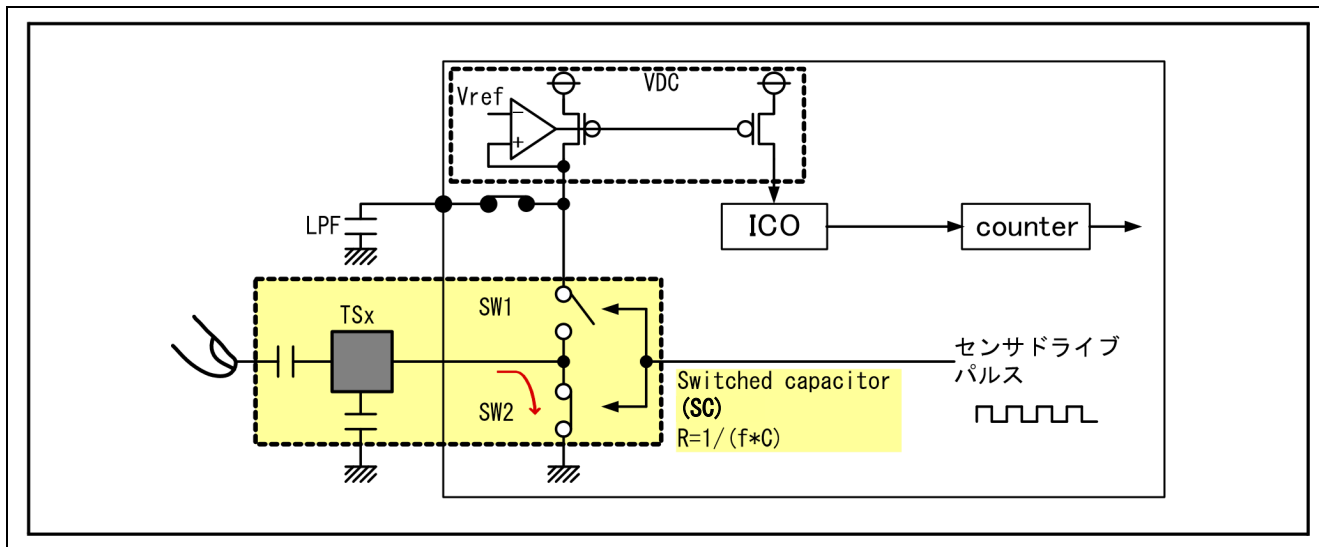

図 2-3 放電動作
(2) SW1 : OFF、SW2 : ON にすることで、充電された容量は放電されます (図 2-3)。
(1)と(2)の充放電を早いタイミングで切り替えることによりスイッチドキャパシタフィルタに電流が流れます。このとき人体の接近により、静電容量値が変わるため、流れる電流が変化します。TSCAP 電源を生成する VDC(voltage-down-converter)回路から、スイッチドキャパシタフィルタに流れる電流に比例した制御電流を ICO に供給することでクロックを生成します。人体の接近によって変わるクロック周波数をカウンタで計測し、読み出したカウンタ値を用いて、ソフトウェアで人体の接近を判定します (図 2-3)